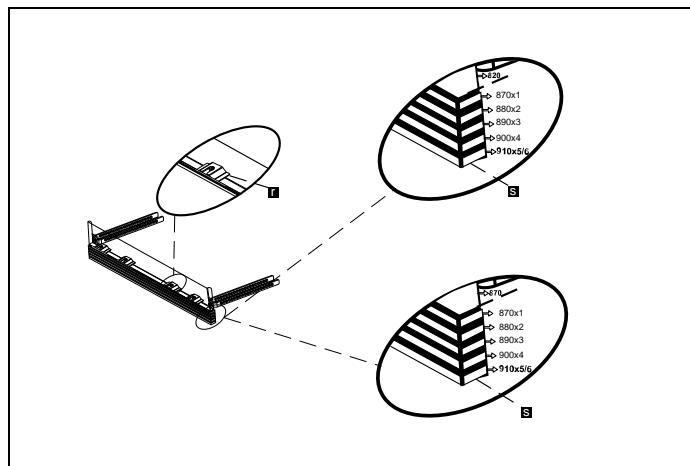

Fig. 22
3) Comme illustré dans la Fig. 22, les pieds cylindriques du socle réglable sont fixés aux pièces métalliques de fixation du socle et insérés à travers la cavité de la pièce.